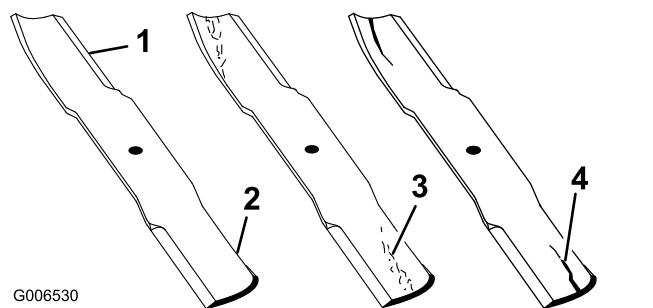

Рисунок 73
1. Осмотрите режущие кромки (Рисунок 73).
области немедленно замените нож (Рисунок 73).